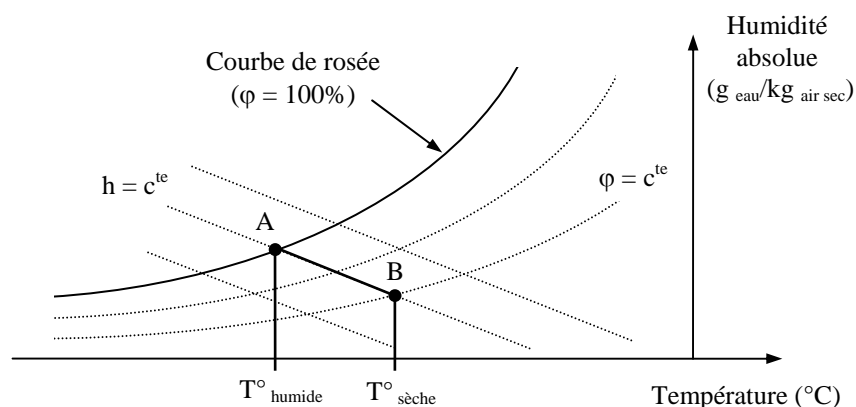

Fig. 2
- Températures : Les températures sèches et humides sont mesurées à l'entrée et à la sortie du tube au moyen de thermomètres à bulbe. La température dite « sèche » est mesurée par un thermomètre placé dans l'écoulement d'air (température habituellement mesurée). La température dite « humide » correspond à une humidité relative de 100 %. On peut faire apparaître cette humidité maximale autour du thermomètre lorsque l'on entoure celui-ci d'un coton imbibé d'eau. En effet, l'écoulement d'air provoque une évaporation de l'eau saturant ainsi l'air environnant de vapeur d'eau. Cette évaporation entraîne une diminution de température jusqu'à la température humide (point A de la figure 2, $\varphi = 100\%$, $T = T_{humide}$).
Le diagramme de l'air humide permet donc, comme le montre la figure 2, de déterminer l'humidité absolue et l'humidité relative du point B.